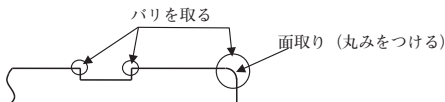

図26 挿し口のバリ取りおよび面取り
- (4) やすりまたはグラインダなどを使用して、加工時に発生したバリを取り、挿し口先端に面取り（丸みをつける）を行う（図26参照）。